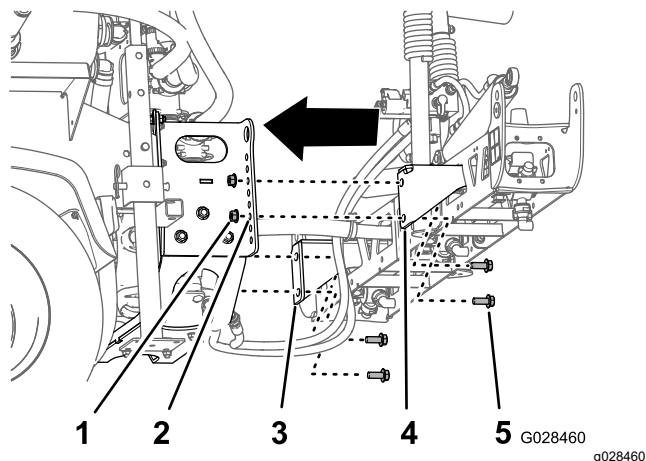

Figura 39
2. Alinhe o orifício inferior nos suportes de montagem de seção do conjunto da rampa central com o terceiro furo da parte inferior nos suportes da rampa na estrutura do patim de pulverização, como se mostra na Figura 39.